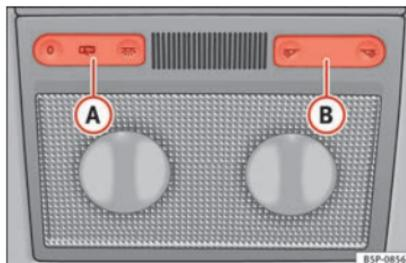
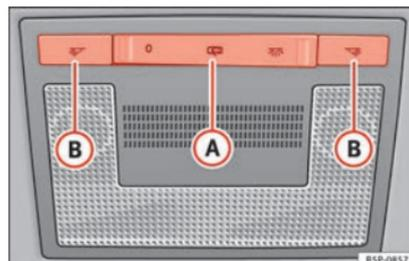

Fig. 64 Revestimiento interior del techo: iluminación delantera del habitáculo variante 1.
Fig. 65 Revestimiento interior del techo: iluminación delantera del habitáculo variante 2.
Con el mando (A) ►►► fig. 64 o ►►► fig. 65 puede seleccionar las siguientes posiciones:
Pulsar el conmutador a la posición 0 ►►► fig. 64 o ►►► fig. 65.
Pulse la tecla correspondiente **(B)** » » fig. 64 o » » fig. 65 para encender la luz de lectura.